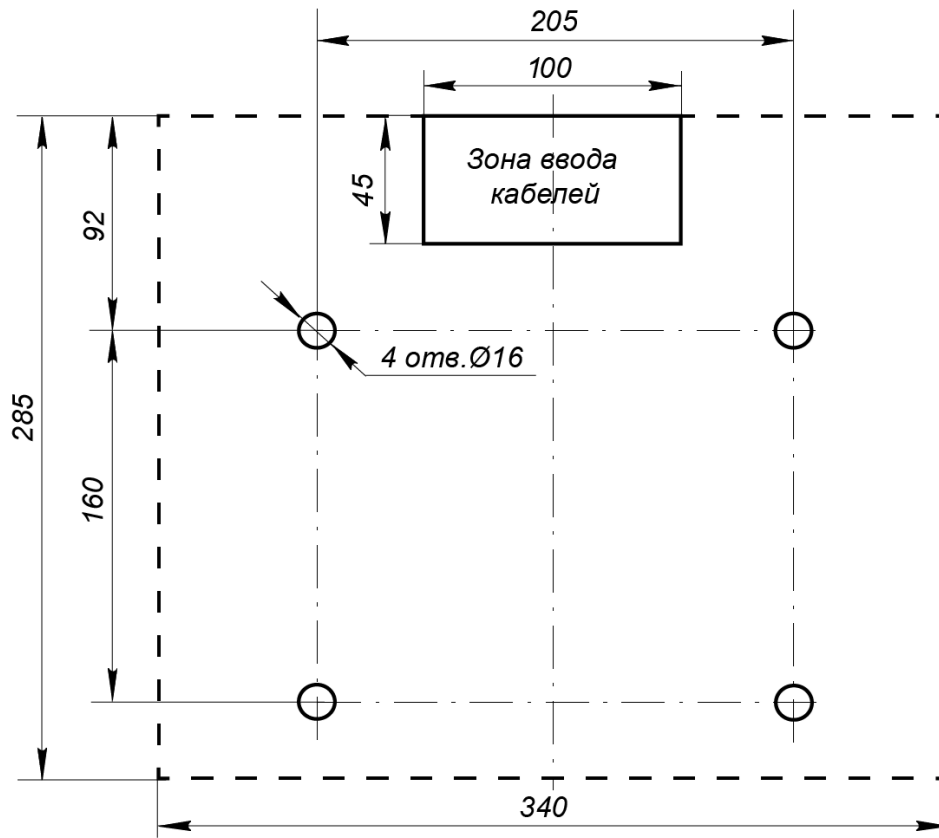
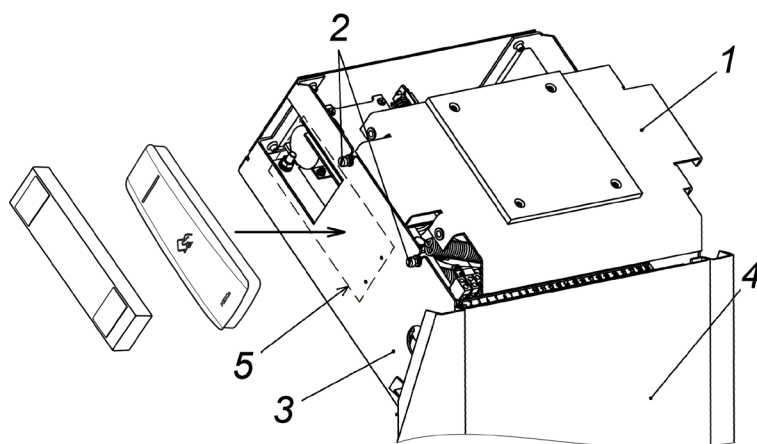

Рисунок 12. Разметка отверстий в полу под крепление стойки турникета (пунктиром показаны габариты основания)¹
Рисунок 13. Вид турникета без крышки, места установки считывателей
2. В соответствии со схемой, приведенной на рис. 12, произведите разметку и разделку отверстий в полу под гильзы анкеров (15) для крепления стойки турникета.
3. Произведите монтаж источник питания турникета (9) на отведенное для него место в соответствии с инструкцией в имеющейся на него эксплуатационной документации.
4. При необходимости прокладки кабелей под поверхностью пола подготовьте в полу кабельный канал к зоне ввода кабелей в стойку турникета. Расположение зоны ввода кабелей указано на схеме рис. 12.
5. Установите гильзы анкеров (15) в выполненные в полу отверстия так, чтобы они не выступали над поверхностью пола.
6. Снимите крышку турникета (2). Порядок снятия крышки см. в разд. 6.
7. Снимите усиливающую пластину (1, рис. 13). Для этого предварительно ослабьте отверткой шлицевой четыре винта крепления пластины (2, рис. 13).
8. Снимите заднюю стенку турникета (4, рис. 13). Для этого смещайте ее вверх вдоль стойки турникета, до тех пор, пока она не выйдет из зацепления со стойкой. Задняя стенка снабжена двумя парами зацепов, расположенными в ее верхней и нижней частях.
14. Подключите кабель питания (11) от источника питания турникета к выносной клеммной колодке **XS1**.
16. При необходимости произведите установку считывателей карт доступа на предусмотренные для этого места на стойке (5, рис. 13).
3. Проверьте надежность крепления преграждающих планок (3) к маховику и при необходимости подтяните установочные винты крепления преграждающих планок (3).
5. Снимите крышку турникета (2) с блоками индикации согласно разд. 6.
6. Снимите усиливающую пластину (см. рис. 13). Для этого предварительно ослабьте отверткой шлицевой 4 винта крепления пластины.